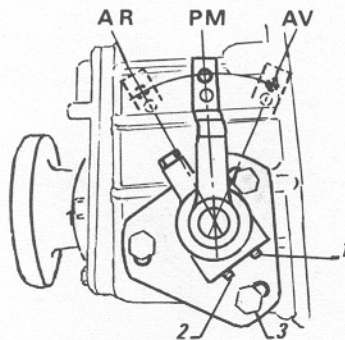

Fig. 17
- Débloquer et dévisser les vis autoserrantes de butée 1 et 2 (Fig. 17) et les vis 3 de fixation du flasque d'embrayage.
- Undo block screws 1 and 2 Fig. 17 and clutch flange fixing screws 3